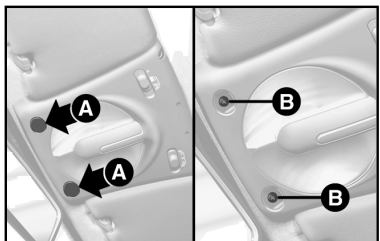

fig. 37
LUZ INTERNA DIANTEIRA - fig. 37
- 1) Retirar os tampões de plástico **A-fig. 37**.